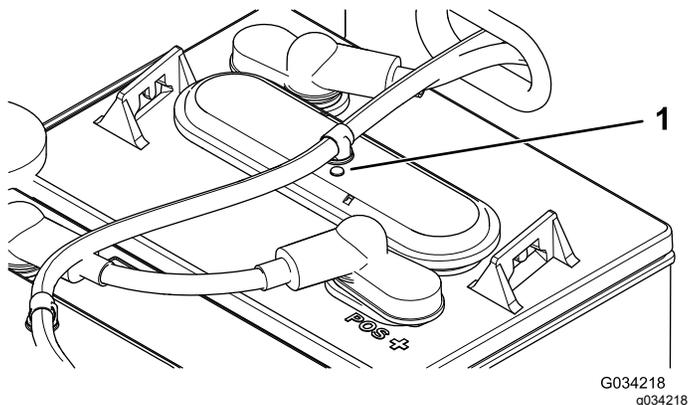

Рисунок 36
3. Проверьте смотровые отверстия на каждом аккумуляторе, чтобы определить их цвет (черный или белый) (Рисунок 36).